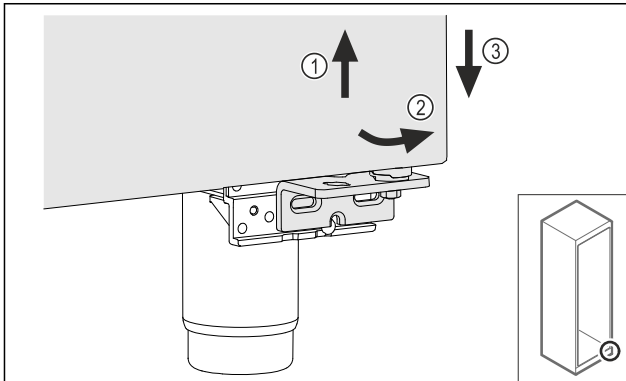

Fig. 20
- Soulever légèrement la porte Fig. 20 (1), la faire basculer vers l'avant Fig. 20 (2) et l'abaisser Fig. 20 (3).